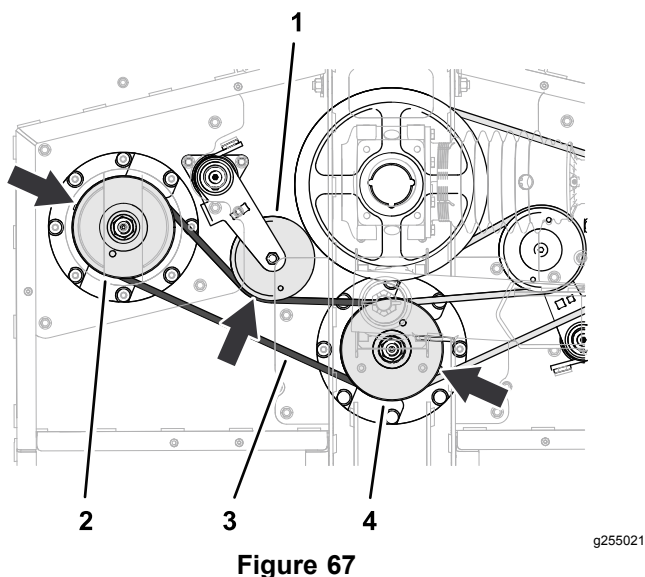

Figure 67
- Acheminez la petite courroie autour de la poulie d'axe gauche et dans la gorge inférieure de la poulie d'axe central (Figure 67).
- Au moyen d'une poignée articulée ou d'un outil similaire, faites tourner le tendeur dans le sens antihoraire et chaussez la courroie sur la poulie de tendeur (Figure 67).